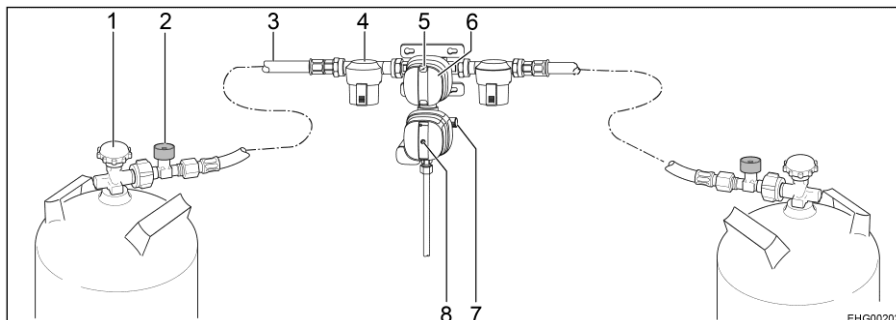

Fig. 118 Sistema de regulación de presión de gas de seguridad DuoControl CS
El sistema de regulación DuoControl se compone de una válvula selectora y el sensor de impacto. El sistema de regulación DuoControl está montado entre las mangueras de alta presión (Fig. 118,3) con dispositivo de seguridad en caso de rotura de manguera (Fig. 118,2). Con el botón giratorio (Fig. 118,6) en la válvula selectora se puede determinar cuál de las bombonas de gas se utilizará como bombona de servicio y cuál de ellas como bombona de reserva.
En la mirilla (Fig. 118,5) se indica el estado del suministro de gas:
El sensor de impacto bloqueará el suministro de gas en caso de un impacto significativo (p. ej. accidente). La posición del botón de restablecimiento amarillo (Fig. 118,8) indica el estado de funcionamiento del sensor de impacto:
- Si el botón de restablecimiento amarillo (Fig. 118,8) está hundido, el sensor de impacto está dispuesto para el funcionamiento.
- Si el botón de restablecimiento amarillo (Fig. 118,8) sobresale, el sensor de impacto **no** está dispuesto para el funcionamiento. Puesta en funcionamiento, véase más abajo.
El dispositivo de seguridad en caso de rotura de manguera (Fig. 118,2) bloqueará el flujo de gas si se rompe la manguera conectada. El dispositivo de seguridad en caso de rotura de manguera se deberá activar pulsando la tecla verde.
- Con el botón giratorio (Fig. 118,6) en la válvula selectora, seleccionar la bombona de gas de la que habrá de tomarse el gas principalmente (bombona de servicio). Girar el botón giratorio siempre hasta el tope.
- Abrir las llaves de paso principales (Fig. 118,1) de las bombonas de gas.
- Pulsar la tecla verde del dispositivo de seguridad en caso de rotura de manguera (Fig. 118,2) por aprox. 5 segundos. En la mirilla (Fig. 118,5) se visualizará la marca verde.
- Si el sensor de impacto ha disparado (el botón de restablecimiento amarillo (Fig. 118,8) sobresale):
Hundir el botón de restablecimiento amarillo (Fig. 118,8) con fuerza, girarlo ligeramente en sentido de las agujas del reloj y mantenerlo pulsado por aprox. 5 segundos. Asegurarse de que el botón de restablecimiento permanezca en la posición hundida ("dispuesto para el funcionamiento").
- Cerrar las llaves de paso principales (Fig. 118,1) de las bombonas de gas.
En caso de que luz de control verde (Fig. 119,6) se apague durante el servicio y se encienda la luz de control roja (Fig. 119,5), estará vacía la bombona de servicio y se deberá cambiar. En la mirilla (Fig. 118,5) de la bombona de gas perteneciente se visualizará la marca roja. La bombona de reserva seguirá suministrando gas a los consumidores de gas.
- Girar el botón giratorio (Fig. 118,6) hasta el tope en sentido de la bombona de gas utilizada de momento. De este modo, esta bombona de gas ahora será la bombona de servicio y la bombona de gas vacía se convertirá en la bombona de reserva. La marca en la mirilla (Fig. 118,5) cambiará de rojo a verde.
- Cerrar la llave de paso principal (Fig. 118,1) de la bombona de gas vacía. Observar el sentido de la flecha.
- Pulsar la tecla verde del dispositivo de seguridad en caso de rotura de manguera (Fig. 118,2).